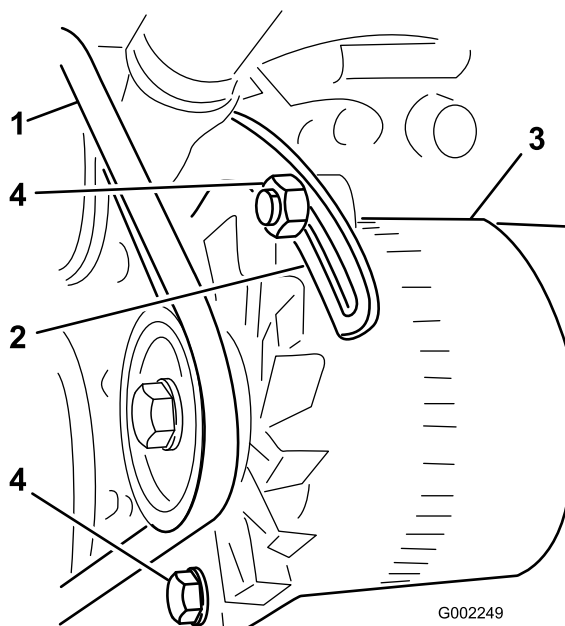

Рисунок 103
3. Ослабьте болт в оси поворота генератора; ослабьте болт крепления генератора к скобе с пазом (Рисунок 103).